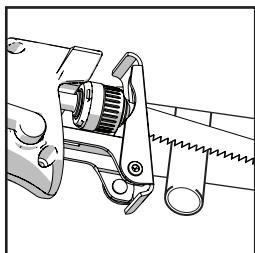

Fig. 11
- Couper la pièce lentement afin de permettre à la lame souple de se courber comme voulu. **(Fig. 11)**.